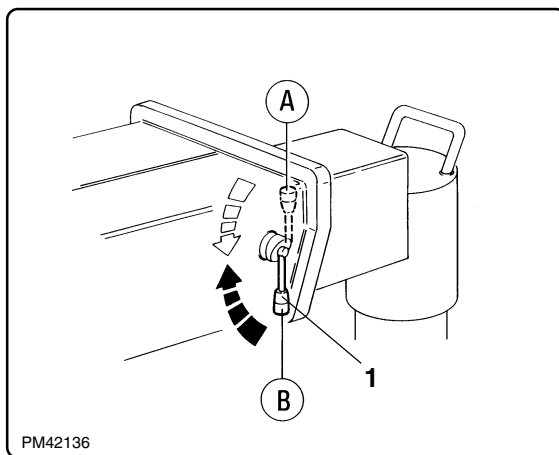

fig. 6.7.6
- 3** Sbloccare il braccio stabilizzatore supplementare destro, ruotando l'apposita leva "1" (fig. 6.7.6) verso l'alto.
- 3** *Release the right supplementary outrigger boom by turning the appropriate lever "1" in fig. 6.7.6 upwards.*
5 Terminata la manovra di sfilo, riportare la leva “1” fig. 6.7.6 in posizione “B” per garantire il bloccaggio del braccio in posizione di lavoro.
5 *Once the boom is extended, return the lever “1” fig. 6.7.6 to position “B” to ensure that the boom locks in its working position.*
3 Sbloccare il braccio stabilizzatore supplementare destro, ruotando l'apposita leva "1" (fig. 6.7.6) verso l'alto.
5 Terminata la manovra di sfilo, riportare la leva "1" (fig. 6.7.6) in posizione "B" per garantire il bloccaggio del braccio in posizione di lavoro.
3 *Release the right supplementary outrigger boom by turning the appropriate lever "1" in fig. 6.7.6 upwards.*
5 *Once the boom is extended, return the lever "1" (fig. 6.7.6) to position "B" to ensure that the boom locks in its working position.*